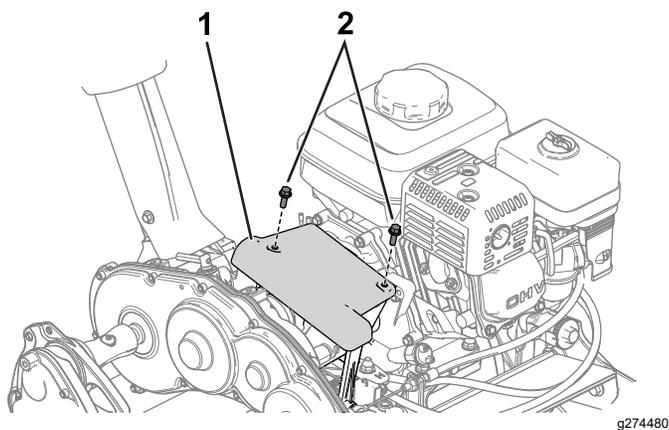

Figura 31
1. Acceda al disco de fricción y al plato de presión retirando la cubierta del embrague (Figura 31).